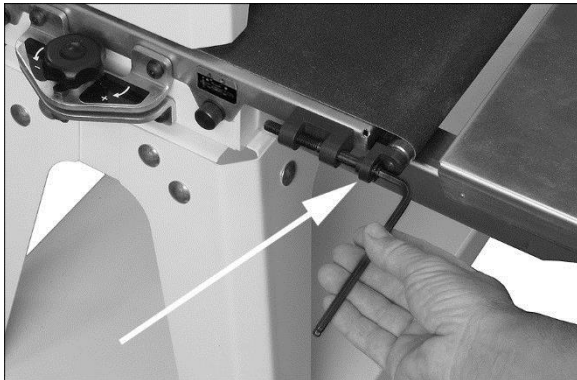

Abb. 8-2: Einstellung der Riemenspannung
4. Die Einstellmuttern der Aufwickel-Einstellschrauben (Abb. 8.2) mit einem 5-mm-Sechskantschlüssel einstellen. Dies auf beiden Seiten der Fördereinheit durchführen, um etwa die gleiche Spannung auf beiden Seiten des straffen Schleifbands zu erhalten.